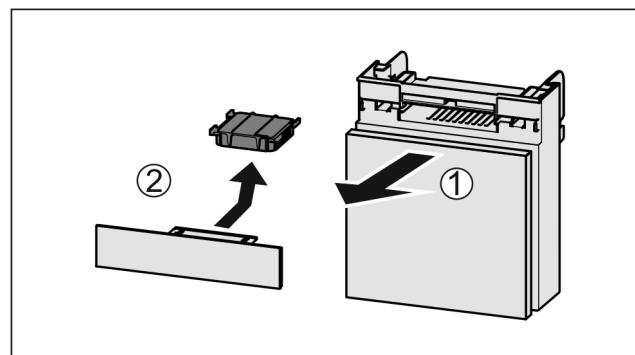

Fig. 103
- Fach nach vorne herausziehen Fig. 103 (1).
- Aktivkohlefilter entnehmen Fig. 103 (2).